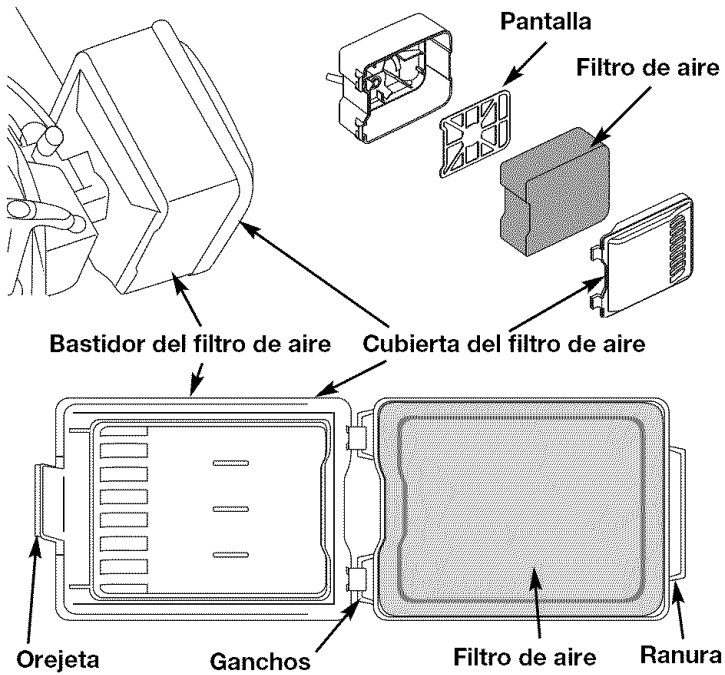

Fig. 25
1. Abra la cubierta del filtro de aire. Empuje hacia adentro la orejeta del lado derecho de la cubierta, y extraiga la cubierta del filtro de aire hacia afuera y hacia la izquierda (Fig. 25).
2. Retire el filtro de aire (Fig. 25).
6. Vuelva a colocar el filtro (Fig. 25).
7. Vuelva a instalar la cubierta del filtro de aire. Coloque los ganchos del lado derecha de la cubierta del filtro de aire en las ranuras del lado derecha de la placa posterior (Fig. 25).
8. Mueva la cubierta hacia la izquierda hasta que la orejeta del filtro de aire calce en su lugar en la ranura de la placa posterior (Fig. 25).